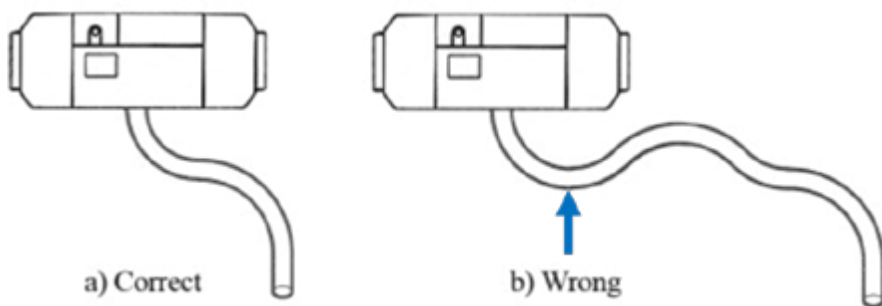

Fig. 26
- ☐ Installer forbrændingsluftindtagsrøret og udstødningsrøret i en kontinuerlig nedadgående retning fra varmeapparatet for at aflede kondensvand. Fig. 26.